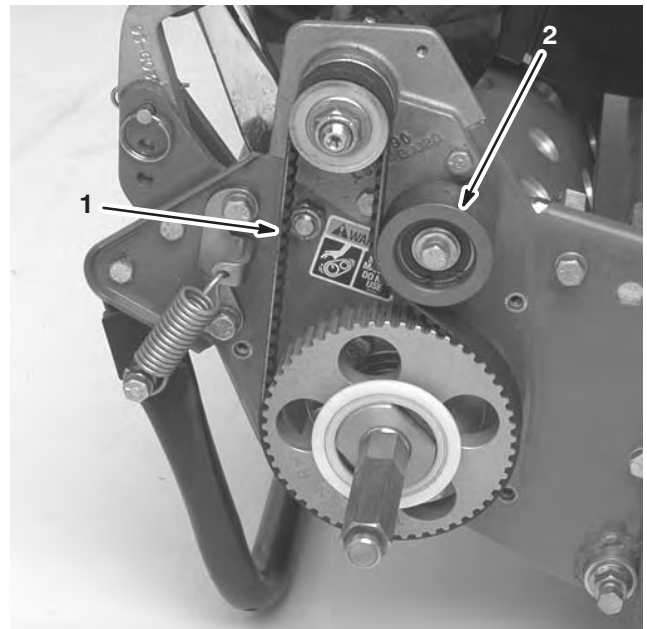

Bild 37
2. Lösen Sie die Befestigungsmutter der Spannscheibe und drehen Sie die Spannscheibe nach rechts gegen die Rückseite des Riemens, bis Sie die gewünschte Riemen Spannung erzielt haben (Bild 37).